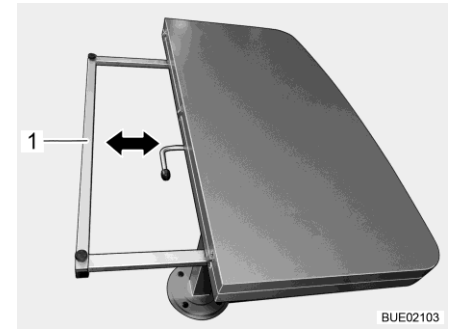

Fig. 126 Riduzione del piano del tavolo
- Tenere fermi i telai di sostegno (Fig. 126,1) sui due lati e spingerli in modo uniforme sotto il piano del tavolo fino all'arresto.